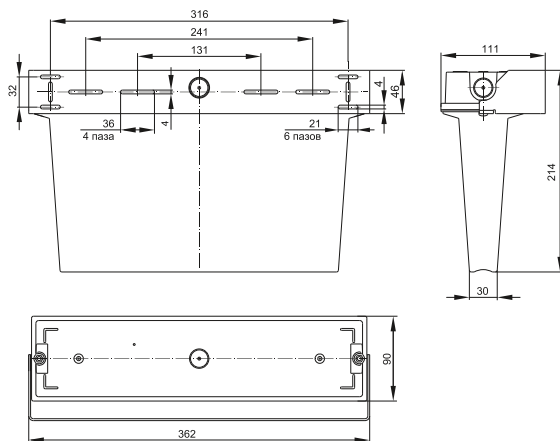

Рисунок 2 – CCA 5043-1; CCA 5043-3
4.6 Светильник типа ССА 5043-1, ССА 5043-3 монтируется на потолок и закрепляется через монтажные отверстия (рисунок 2) при помощи винтов и дюбелей (входящих в комплект поставки).